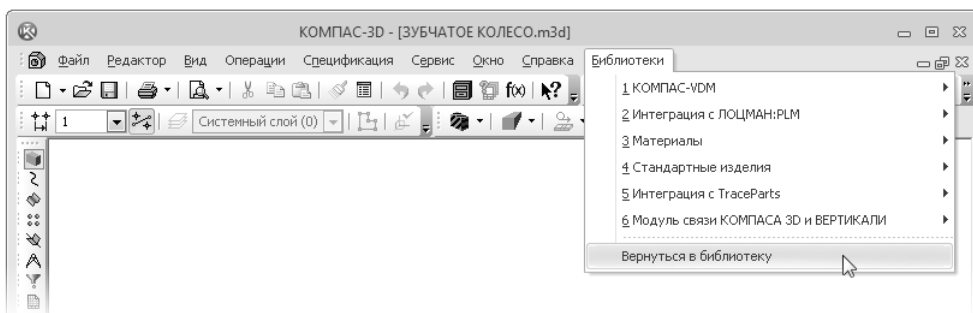

Рис. 6.13.
21. Вызовите команду **Библиотеки** — **Вернуться в библиотеку** (рис. 6.13).